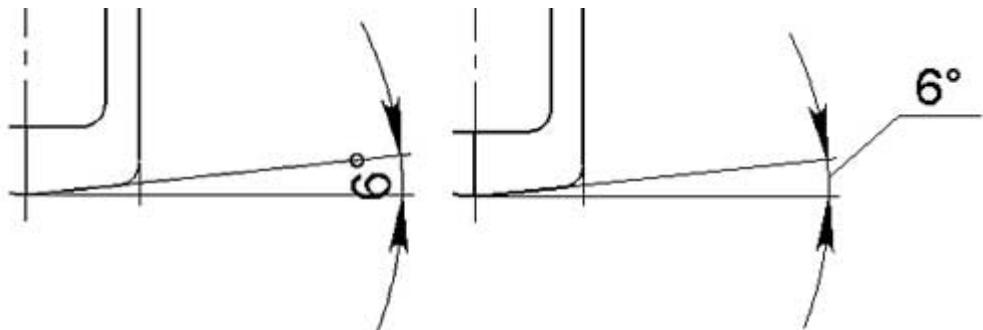

Рис. 3. Размер на выносной полке
**Размер на выносной полке.** Начинающие пользователи часто спрашивают, как оформить размер на выносной полке, например для градусных измерений малых углов. Для этого выделите размер, нажмите правую клавишу мыши и выберите *Параметры отображения=> Сместить текст* (рис. 3).